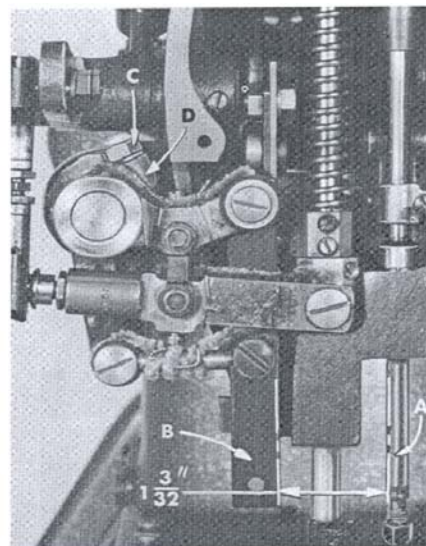

Fig. 8
As the needle bar just begins to rise from the bottom of its stroke, the distance between the rear of the needle bar (A, Fig. 8) and the front of the upper feed bar (B) should be 1 3/32 inch (Fig. 8). Adjustment can be made by loosening screw (C) in the upper feed driving lever (D) and moving it forward or rearward as required and retighten screw (C).
Wenn die Nadelstange beginnt sich von dem untersten Hub abzuheben, sollte der Abstand zwischen der hinteren Nadelstange (A, Fig. 8) und oberen Transportstange (B) 2,76 cm betragen (Fig. 8). Einstellung kann durch L sen der Schraube (C) im oberen Transportantriebshebel (D) und Vor- oder R ckw rtsbewegen nach Bedarf gemacht werden und anschlieendem Festziehen der Schraube (C).